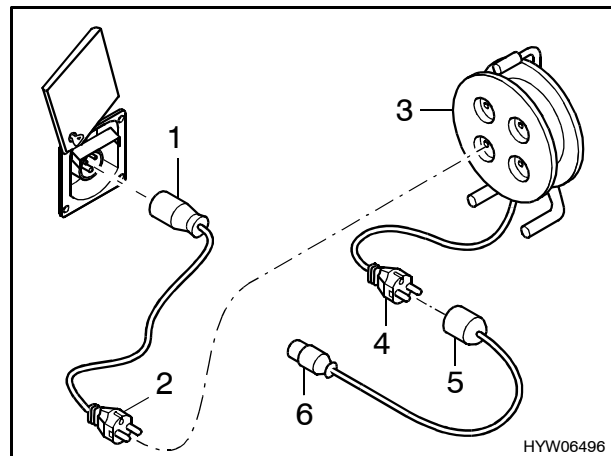

Bild 105 Anschlussmöglichkeiten 230-V-Anschluss
- Abdeckung nach oben kippen (Bild 105).
CEE 17 Anschlusskupplung mit Schutzkontakt (Bild 105,1) – Stecker mit Schutzkontakt (Bild 105,2).
Steckdose mit Schutzkontakt (Bild 105,3) – Stecker mit Schutzkontakt (Bild 105,4).
Anschlusskupplung mit Schutzkontakt (Bild 105,5) – CEE 17 Stecker mit Schutzkontakt (Bild 105,6).